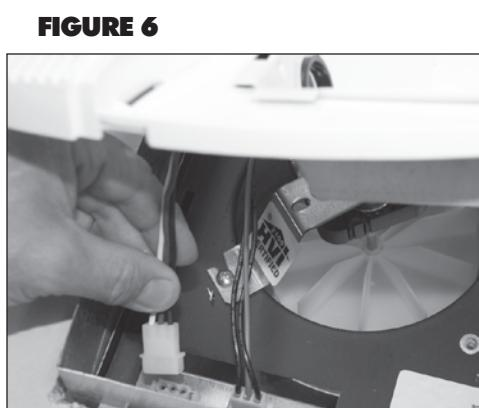

FIGURE 6
10. Plug lampholder into receptacle (Fig. 6) and install grille over housing by inserting mounting screw through the reflector (Fig. 7) and into the motorplate. Tighten screw to draw grille firmly against ceiling.
10. Para instalar el enchufe de la rejilla en la lámpara desde el ensamble de la rejilla. Luego introduzca los resortes de la rejilla dentro de las muescas en el bastidor y firmemente empuje la rejilla en su sitio, (Fig.6)
10. Pour installer la grille déclairage : insérer les ressorts dans les fentes de l'enveloppe et pousser fermement la grille en place (Fig. 6).